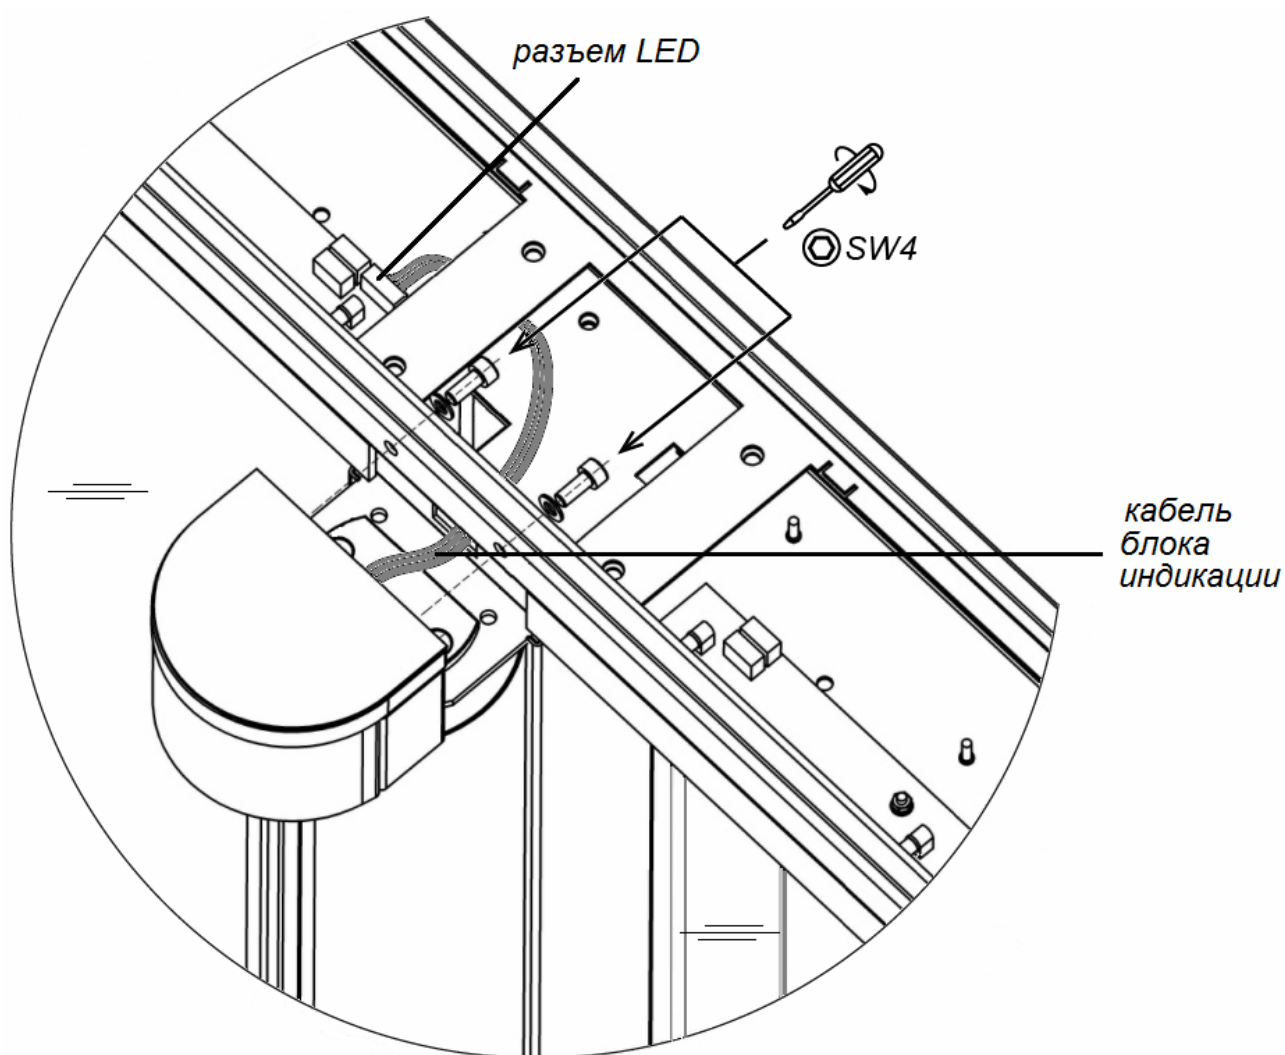

Рисунок 24. Монтаж блока индикации центральной стойки
Для установки блока индикации центральной стойки (3) (см. рис. 24):
3. Установите блок индикации на площадку, расположенную над поворотной опорой створки и при помощи шестигранного ключом SW4 зафиксируйте его на верхнем коробе стойки (12), используя два винта M5×12 с шайбами из комплекта поставки.